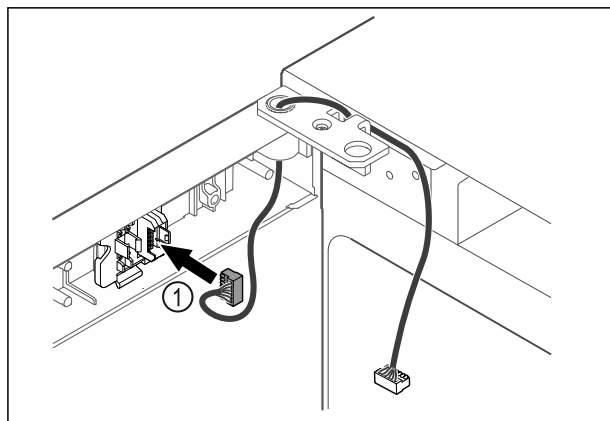

Fig. 46
- ▶ Inserire il connettore Fig. 46 (1) nel porta-connettore.